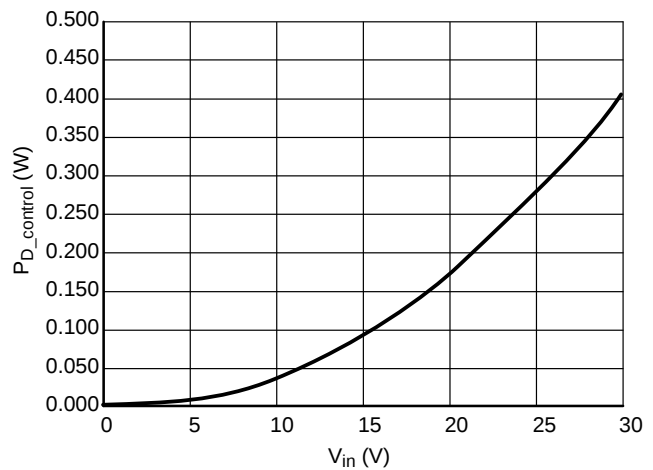

Figure 5. Power Dissipation vs. V_{in} for the NUD4001
外付け抵抗R2とショットキー・ダイオードD1のために、NUD4001にある程度の追加電流が流れます。NUD4001の制御セクションでの新しい内部消費電力の適切な推定値は、Figure 5に示す値に1.1を掛けたものです。
8. データシートのFigure 11の情報に基づき、NUD4001のヒートシンク要件を計算します。そのグラフを、このアプリケーション・ノートのFigure 5として再掲します。